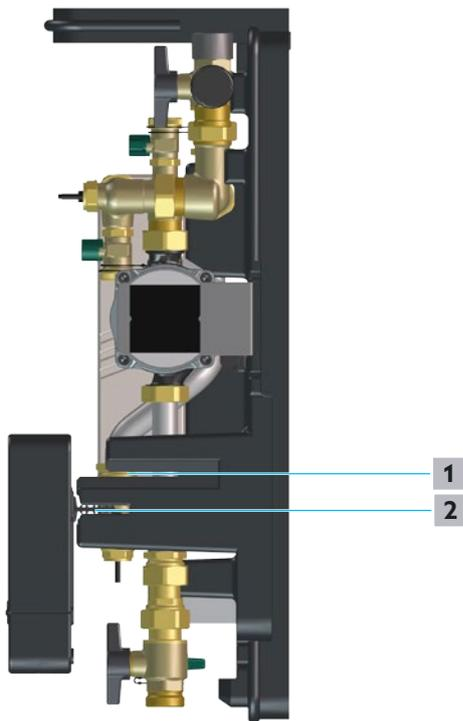

Fig. 28 - Posizione di montaggio
- 3 Ruotare la centralina e fissarla nella posizione di montaggio come da Fig. 28 a pagina 42.